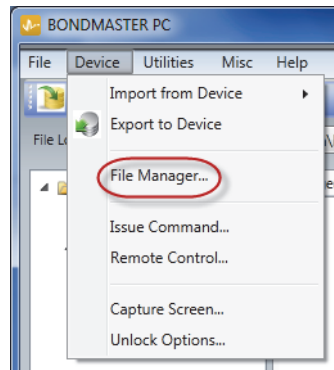

Figura 7-16 Il comando File Manager
- ◆ Nel menu **Device** del software BondMaster PC, selezionare **File Manager** (gestore di file) [vedere Figura 7-16 a pagina 221].